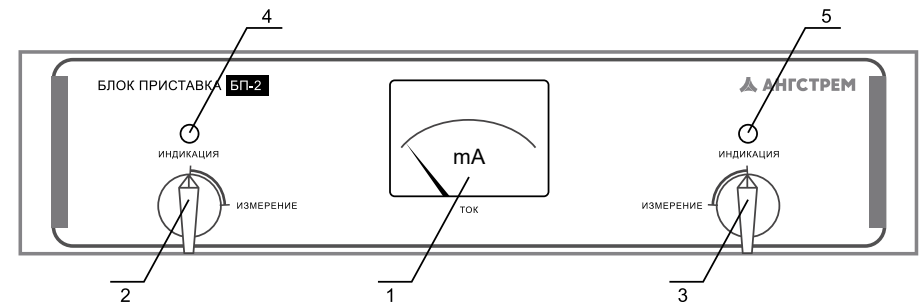

Рисунок 2
- переключатели S1 и S2 на блоке-приставке – должны быть вдвинуты и установлены в положение «ИНДИКАЦИЯ» (рисунок 2).